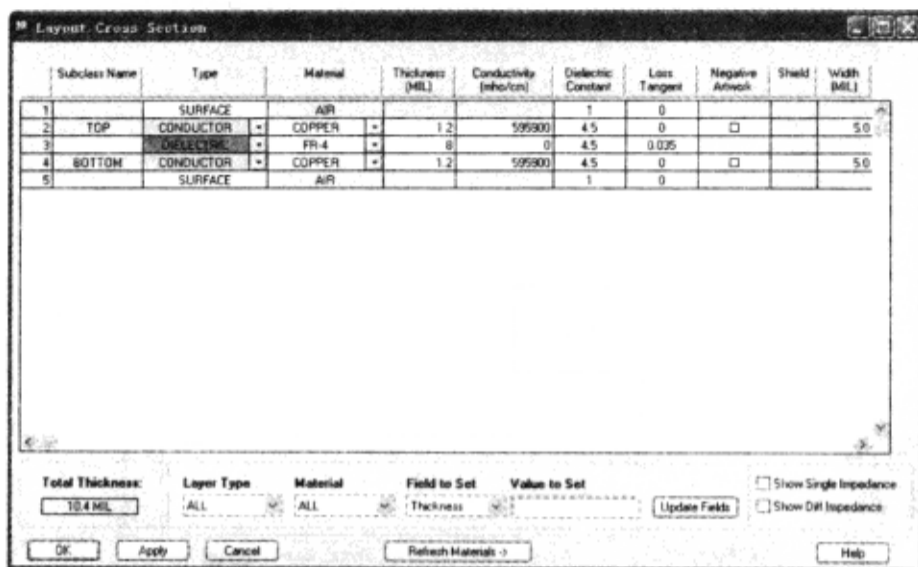

图 7-12-19 “Layout Cross Section”对话框
(2) 在“Power Integrity Setup Wizard - Stack-up”对话框中单击“Edit stack-up”按钮，弹出“Layout Cross Section”对话框，如图 7-12-19 所示。本节将创建一个简单的 4 层叠层结构，其中包括两个信号层和两个电源层。顶层和底层将作为信号层，因此只需添加电源层。